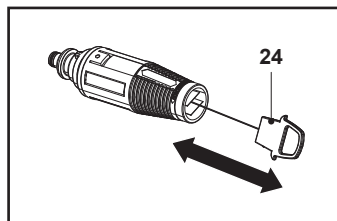

Fig. 14
2. Éliminer les dépôts de saleté de l'orifice de la buse à l'aide d'une aiguille (24) (Fig. 14).